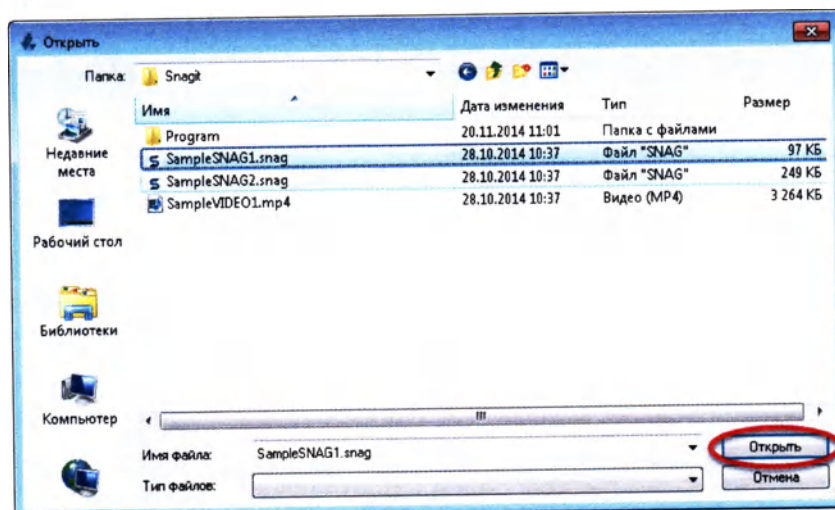

Рисунок 5.80
3. В открывшемся окне выберите необходимый файл и нажмите кнопку **«Открыть»** (Рисунок 5.80):